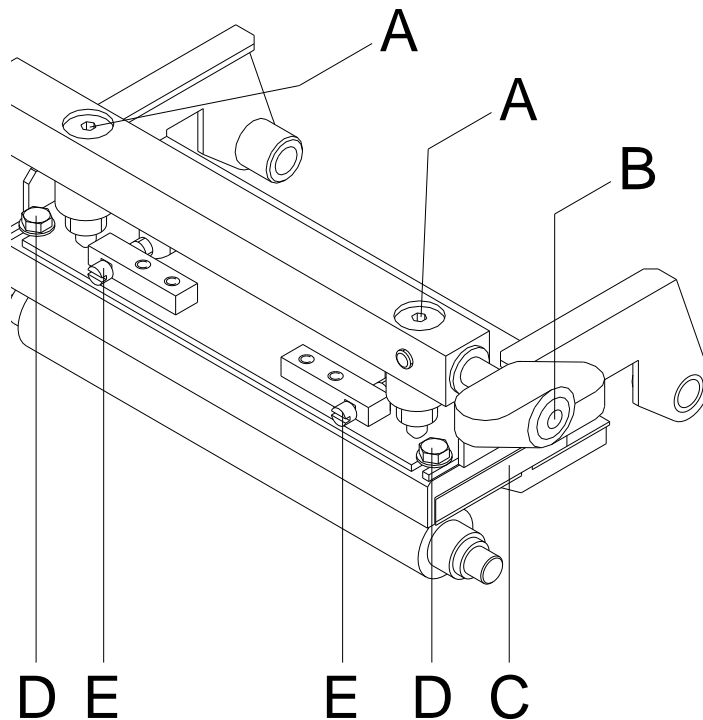

Abbildung 13
1. Andruckschrauben (A, Abbildung 13) drehen, um den Druckkopfandruck zu verändern.
2. Drehen der Andruckschrauben (A, Abbildung 13) im Uhrzeigersinn ergibt eine Andruckerhöhung.
3. Drehen der Andruckschrauben (A, Abbildung 13) gegen den Uhrzeigersinn ergibt eine Andruckverringerung.